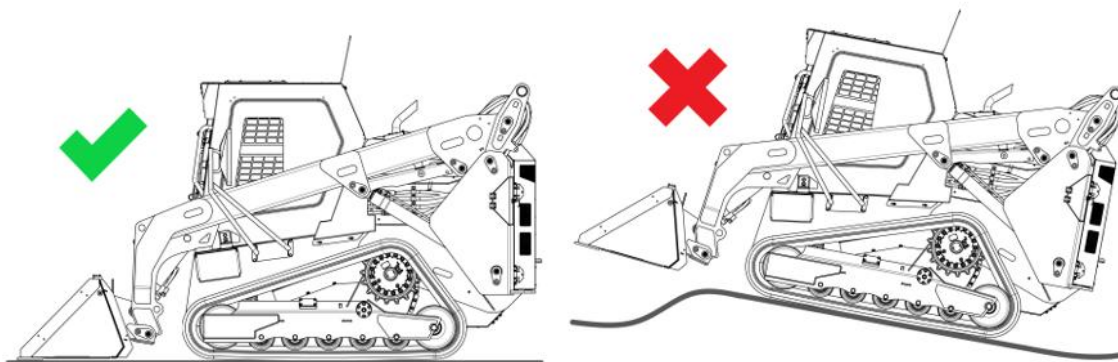

Рисунок 5.3. Положение для техобслуживания
- Машина расположена на горизонтальной поверхности, рис. 5.3.